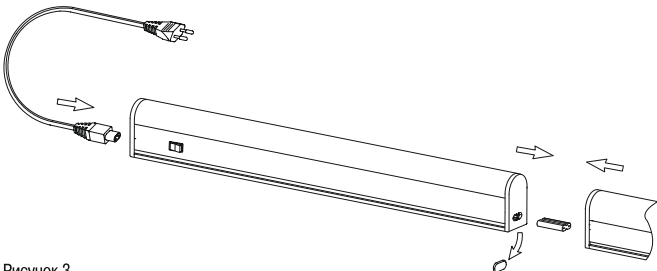

Рисунок 3
5.2 Подключение светильника (рисунок 3)
5.3 Конструкцией светильника предусмотрено шлейфовое соединение светильников в ряд (рисунок 3). Максимальное количество подключаемых светильников ДБО 3001, ДБО 3002, ДБО 3003 – 20 шт., светильников ДБО 3004 – 10 шт.